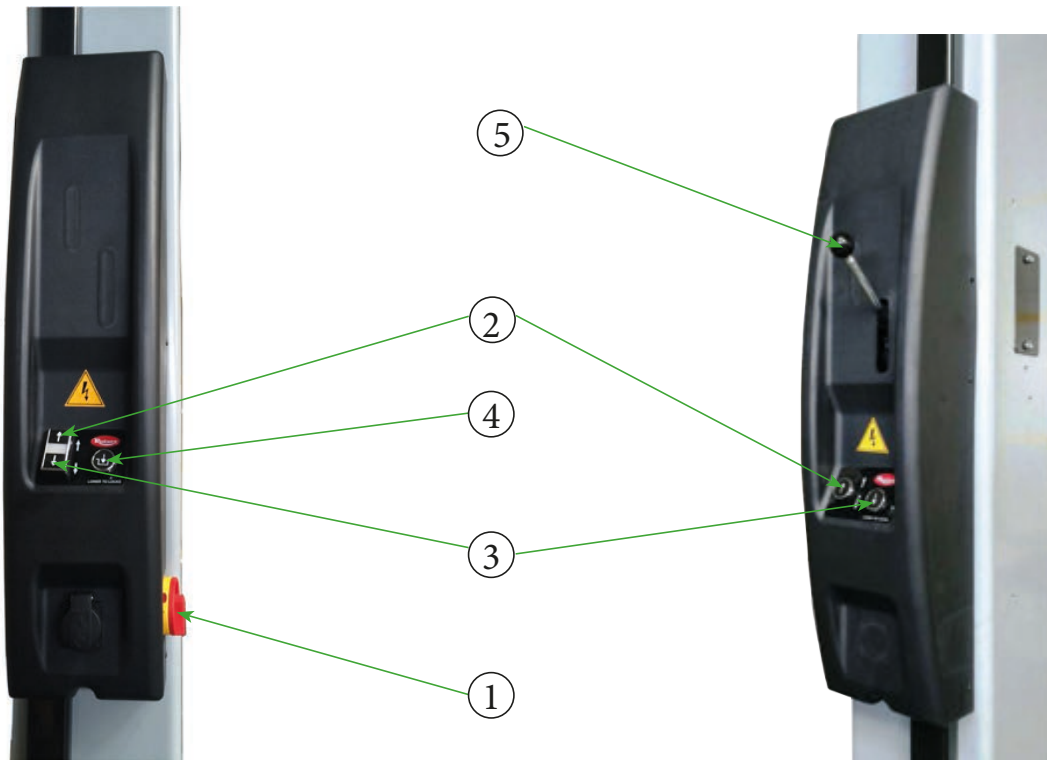

Abb. 1
- Den  Schalter betätigen (Abb.1), um Hebebühne auf die Klanken abzusenken, wenn die gewünschte Höhe erreicht ist.